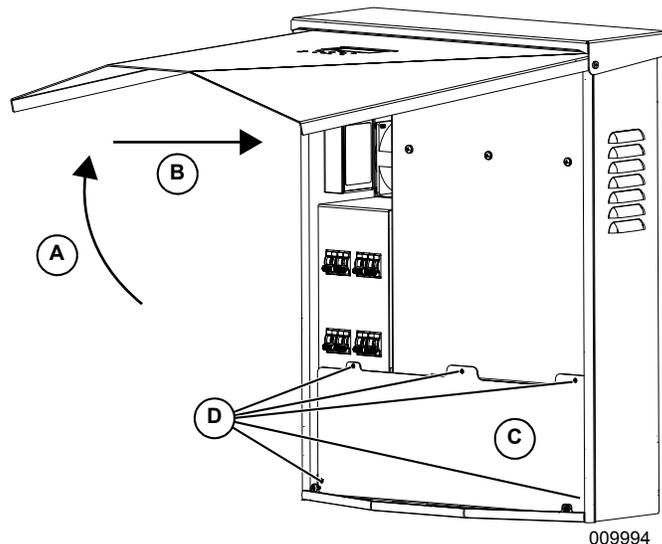

Figura 7-1. Compartimiento de cableado
4. Consulte la **Figura 7-1**. Para abrir la cubierta delantera del inversor, levante la parte inferior hasta una posición horizontal (A) y empújela hacia adentro (B).
5. Ubique la cubierta del compartimiento de cableado (C).
6. Retire los cinco tornillos M4X10 (D) y la cubierta del compartimiento de cableado.